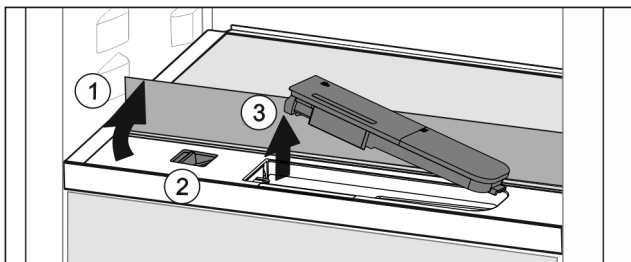

Fig. 51
- ▶ Підняти скляну панель і відкинути до упору назад Fig. 51 (1).
- ▶ Посуньте повзунок Fig. 51 (2) уліво.
- ▶ Вийняти бак для води Fig. 51 (3).